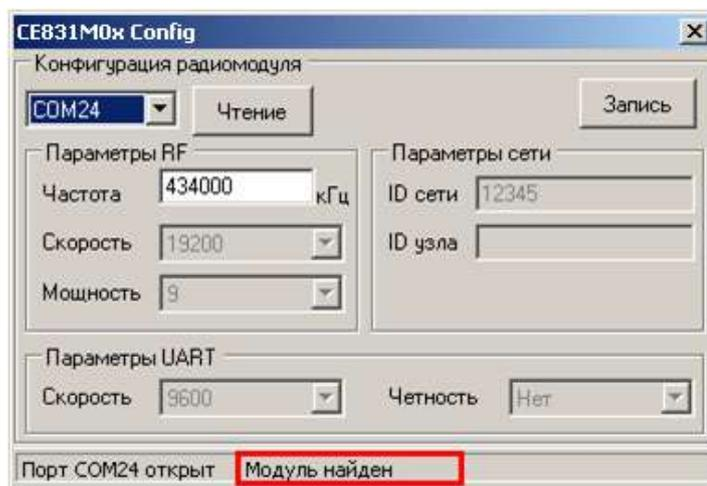

Рисунок 15 – Строка статуса после установления связи с радиомодулем
5.3.3.3.12 Подать питание на счетчик, при этом в строке статуса должна появиться надпись, «Модуль найден» (рисунок 15). В случае если модуль не найден, проверить правильность подключения модуля к ПК, отключить питание счетчика и повторно подать.
5.3.3.3.13 После того, как связь с радиомодулем счетчика установлена, частоту радиоканала радиомодуля можно изменить (если требуется). Для этого необходимо ввести новое значение частоты в соответствующее поле ввода (см. рисунок 15).